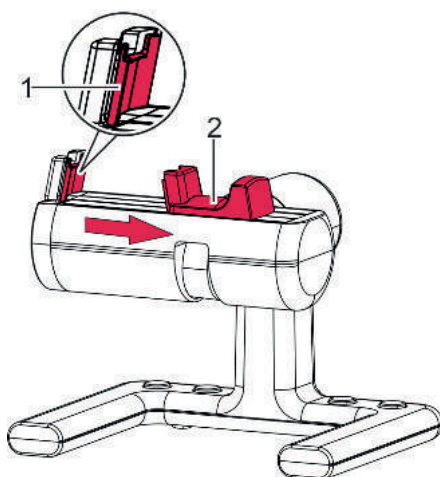

Abb. 22: Mikrofon Spannbacke
1.  Spannbacke (Abb. 22/2) nach aussen ziehen.
2.  Krone der Uhr gegen den Signalaufnehmer (Abb. 22/1) gerichtet auf den Spannbereich legen. Spannbacke vorsichtig loslassen.
3.  Uhrwerk auf den Spannbereich legen, sodass die Krone der Uhr über dem Signalaufnehmer (Abb. 22/1) positioniert ist. Spannbacke vorsichtig loslassen.